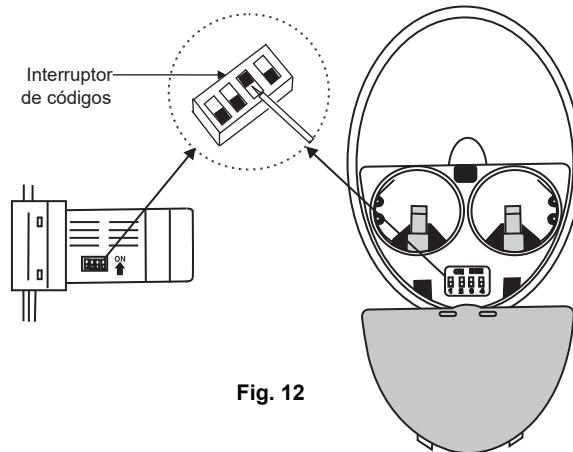

Fig. 12
**NOTA:** El sistema de control CoolTouch™ está equipado con 16 combinaciones de frecuencia posibles para evitar interferencias de o con otras unidades de control remoto. Los interruptores de frecuencia en su receptor y transmisor han sido preajustados en fábrica. Vuelva a verificar para asegurarse de que los interruptores del transmisor y el receptor estén en la misma posición, cualquier combinación de configuraciones hará funcionar el ventilador siempre que el transmisor y el receptor estén en la misma posición. (**Fig. 12**)